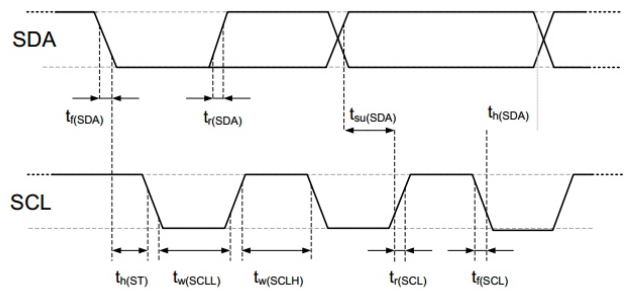

图17 数字输入/输出端的时序图、缩略语在表 8 中进行了解释。较粗的 SDA 线由传感器控制、普通的 SDA线由单片机控制。请注意 SDA 有效读取时间由前一个转换的下降沿触发。
SDA 引脚用于传感器的数据输入和输出。当向传感器发送命令时，SDA在串行时钟SCL的上升沿有效，且当SCL为高电平时，SDA必须保持稳定。在SCL下降沿之后，SDA值可被改变。为确保通信安全，SDA的有效时间在SCL上升沿之前，和下降沿之后应该分别延长至TSU and TH0-参考图17。当从传感器读取数据时，SDA在SCL变低以后有效 (TV), 且维持到下一个SCL的下降沿。
电气特性，如功耗、输入和输出的高、低电平电压等，依赖于电源供电电压。为了使传感器通讯顺畅，很重要的一点是，确保信号设计严格限制在表 7、8 和图 17 所给出的范围内）。
表 8 I2C快速模式数字输入/输出端的时序特性。具体含义在图 17 有所显示。除非另有注明。